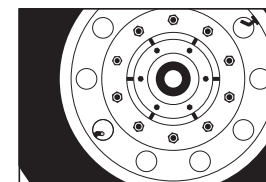

FIGURA 2
- Están ubicados a 180° entre sí. (Ver Figura 2)